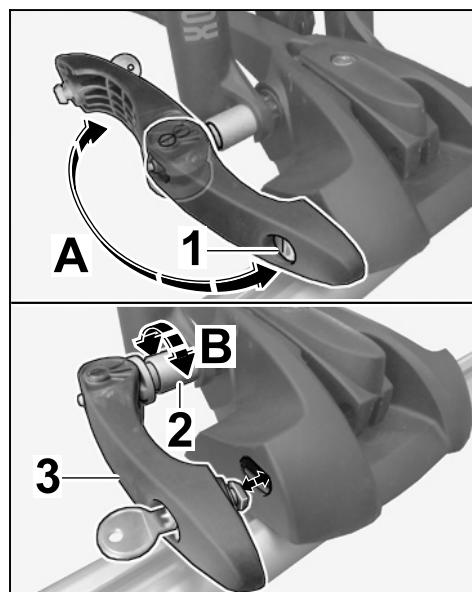

Fig. 38
8.3.3 Faire pivoter le levier de serrage avec serrure vers l'arrière (⇒ Fig. 38-A-).
8.3.4 Desserrer légèrement la douille de serrage, si nécessaire (⇒ Fig. 38-B-).